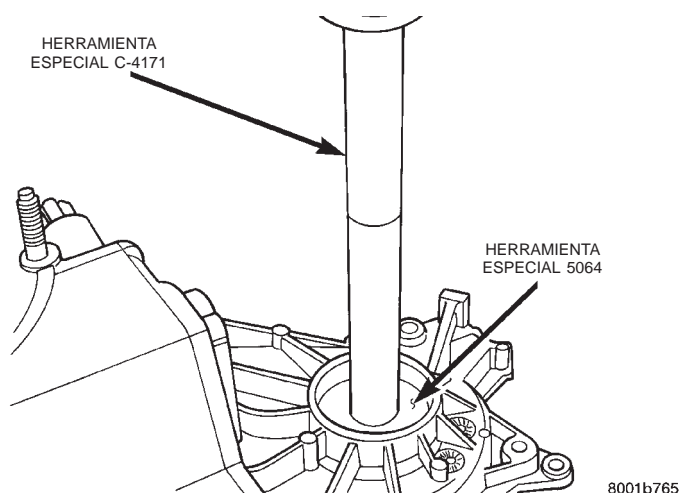

Fig. 43 Instalación de cojinete del eje transmisor delantero
(4) Instale el cojinete delantero del eje transmisor delantero en la caja empleando el mango C-4171 y el instalador 5064 (Fig. 43).